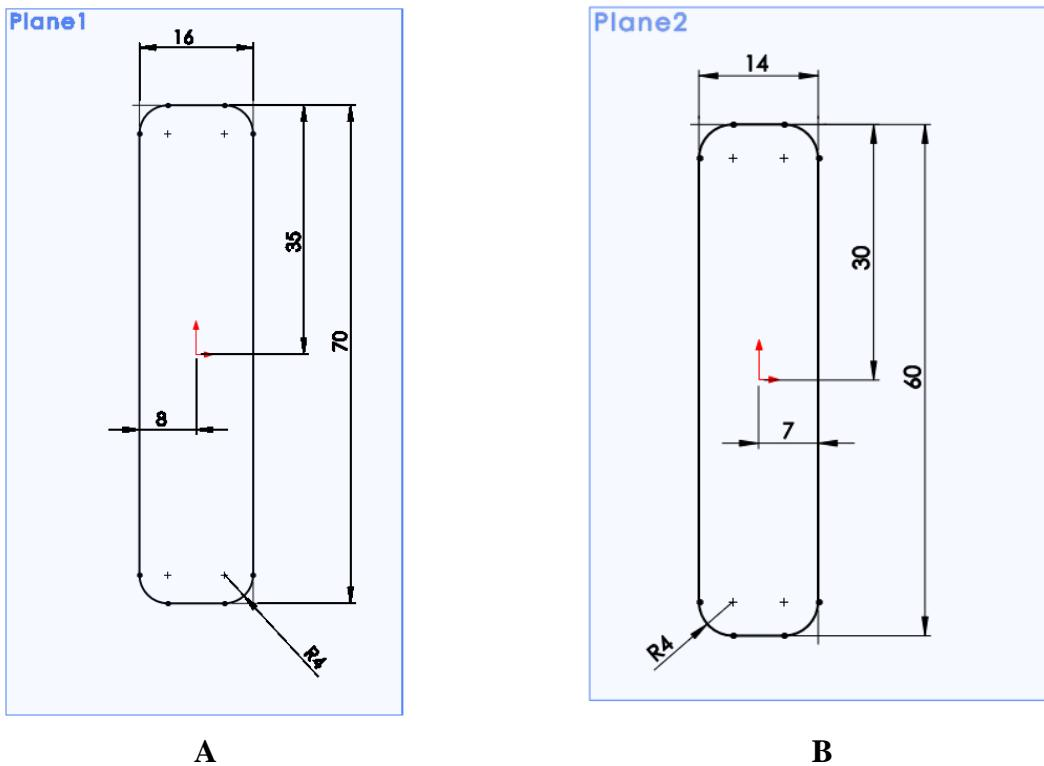

Figura 5.6 Schițele realizate în planurile 1 și 2
2. **Schița numărul 2 :** a doua schiță se creează în **Plane1**, în acest plan se desenează un dreptunghi cu intersecția diagonalelor în origine și cu dimensiunile: **L=70mm** și **l=16mm**. Se rotunjesc pe urmă colțurile cu o rază **r=4mm** (figura 5.6 A).
3. **Schița numărul 3 :** schița din **Plane2** este un dreptunghi cu dimensiunile **L=60mm** și **l=14mm**. Colțurile se rotunjesc cu o rază **r=4mm** (figura 5.6 B).